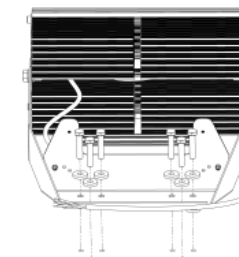

Рис. 2
- Вариант монтажа для моделей мощностью 200-300Вт с помощью кронштейна рис. 2. Приложить светильник кронштейном к монтажной поверхности. Произвести крепление кронштейна к монтажной поверхности, сориентировать светильник в требуемом направлении. Затянуть фиксирующие болты.
- Коричневая/белая жила/Промаркированный провод 1 – Фаза (L);
- Синяя жила/Промаркированный провод 2 – Ноль (N);